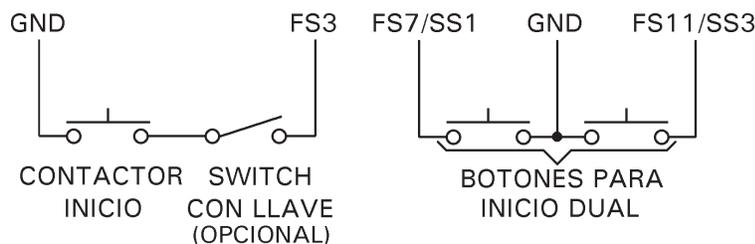

**Figura 5-10.** Conexiones ANTI-ANCLAJE
1. Use dos polos sencillos, switch de botón de pulsar normalmente abierto conectado entre TS1-FS7/SS1 y TS1-GND, y entre TS1-FS11/SS3 y TS1-GND (ver Figura 5-10).